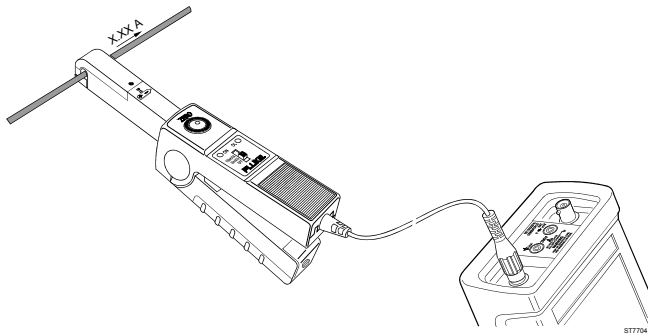

Abbildung 4. Meßeinstellungen
1. Schließen Sie den 80i-110s-Meßfühler an den gewünschten Eingang des Meßgeräts an. Wenn Sie das ScopeMeter oder ein Oszilloskop verwenden, müssen sie einen galvanisch durchgeschalteten Eingang haben. Verwenden Sie einen DMM, so verwenden Sie den BNC/Bananenstecker-Adapter (PM9081/001) zum Anschluß des Meßfühlers an den Eingang. Wählen Sie den niedrigsten Meßbereich am Meßfühler (10 mV/A). Überprüfen Sie, ob das grüne ON-Anzeigelämpchen leuchtet. Siehe Abbildung 4 für die Stellen des Wahlschalters und des grünen ON-Anzeigers.
3. Verdrehen Sie den NULL-Zackenradschalter am Meßfühler, um den Meßfühler auf Null einzustellen. Siehe Abbildung 4 für die Stelle des NULL-Drehknopfes.
8. Wenn die rote Lampe (OL) aufleuchtet, ist der Meßfühler überlastet.
9. Achten Sie schließlich darauf, daß der Bereichswahlschalter wieder auf OFF stehen soll. Die für den Betrieb des Meßfühlers und ScopeMeters erforderlichen Einstellungen sind in Abbildung 4 dargestellt.